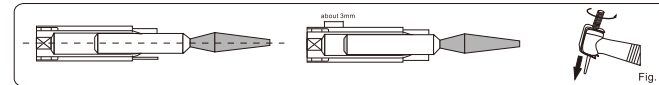

Fig. 7
3) Sørg for, at låsestiften er forsvarligt fastgjort (fig.7).